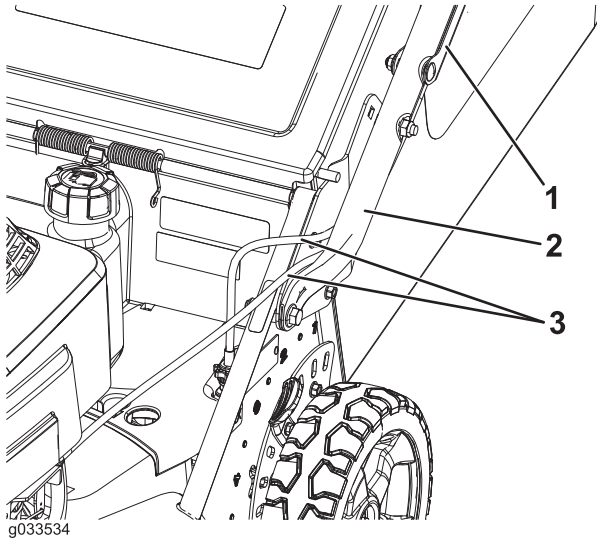

Bild 4
4. Verlegen Sie die Steuerkabel zwischen dem Mähwerk und dem Bügel, damit sie nicht beschädigt werden (Bild 4).